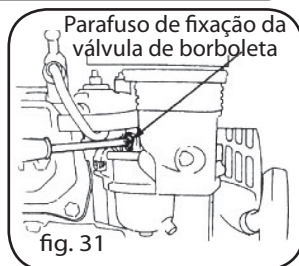

fig. 31
- Arrancar para aquecer o motor até a temperatura de funcionamento normal (Fig. 31).